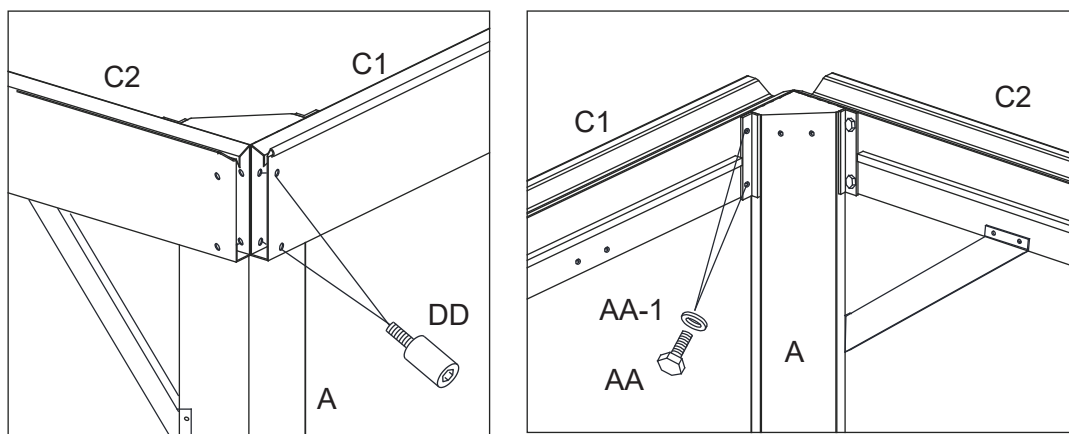

Figure 4-1
Figure 4.1 : Fixer les traverses (C1 & C2) à l'extrémité du poteau d'angle (A) d'abord avec les boulons (AA) et la rondelle d'acier (AA-1) puis avec les boulons (DD). Serrer les boulons. Répétez l'opération pour les traverses du côté opposé (C1/C2). Voir la figure 4.1.